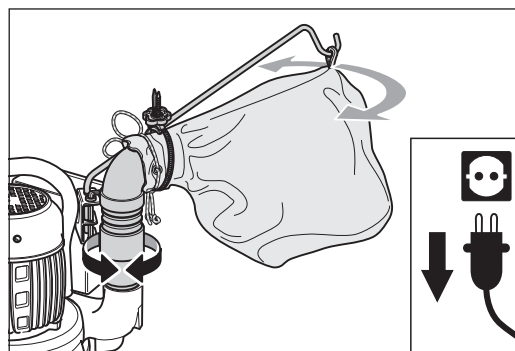

Abb. 9 Der Druckschlauch kann an dem unteren Kunststoffstutzen gedreht werden.
- 1 Fassen Sie den Druckschlauch am unteren schwarzen Kunststoffstutzen an und drehen Sie diesen auf die gewünschte Seite (Abb. 9). Drehen Sie den Druckschlauch nicht am oberen, gekrümmten Rohrstück.